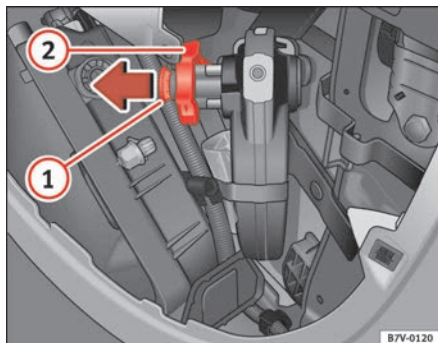

Abb. 134 Unterbringung der Anhängervorrichtung
- Schließen Sie das Schloss, mit Hilfe des Schlüssels ⇒ Abb. 134 **1** im Uhrzeigersinn auf.